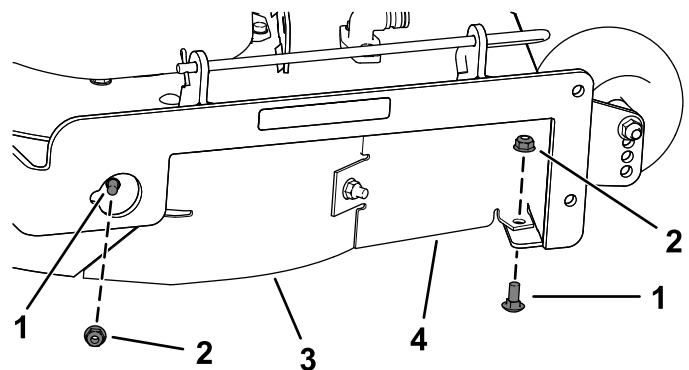

Figura 13
7. Rimuovete i 2 bulloni a testa tonda (5/16" x 3/4") e i 2 dadi di bloccaggio (5/16") che fissano il deflettore destro e la protezione del deflettore assemblati sul piatto di taglio (Figura 13).